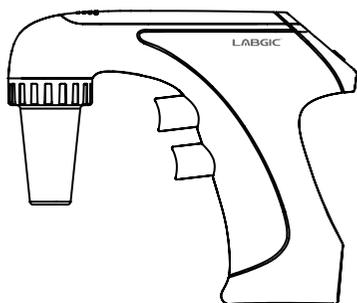

图1
- ① 将AC充电器连接电源装置之前，请检查电压设置是否符合当地要求。
- ② 将AC充电器上的电源线插入助吸器手柄底部的充电插孔（图1）。